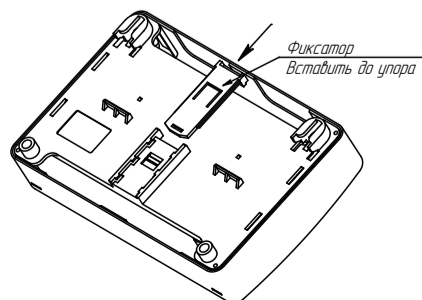

Рисунок 6
- в) при установке на DIN-рейку (Рисунок 6):